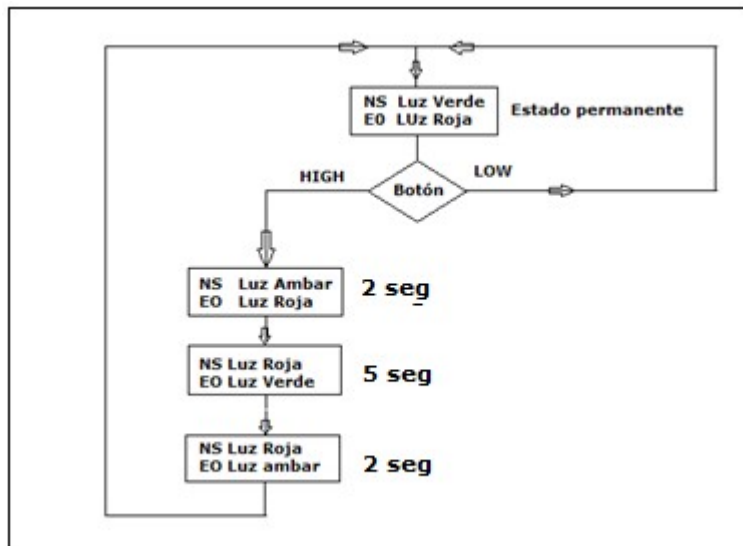

Figura 2. Cambio de control de luces del semáforo
1.2 Para poder cambiar la secuencia del semáforo es necesario presionar el botón peatonal, cuando el botón es presionado inicia con el cambio de luces en el semáforo como se muestra en la figura 2. El intervalo de duración es el mostrado en la figura.